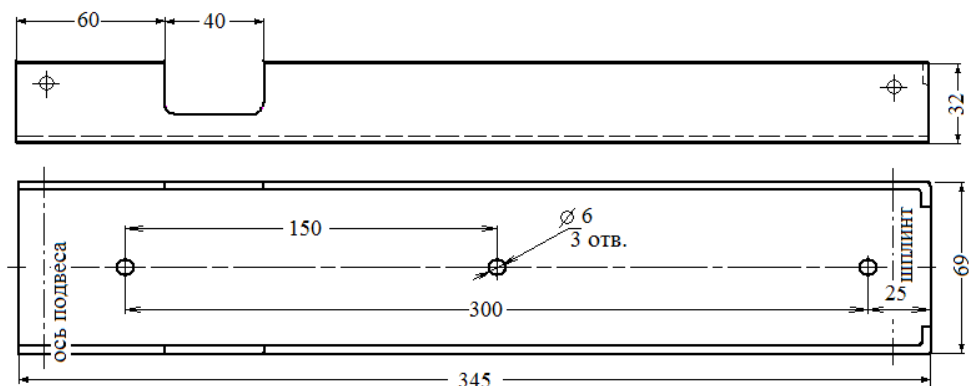

Рис. 3. Крепежная площадка модуля.
5.2. Снять крепежную площадку с корпуса модуля и закрепить ее на месте установки. Размеры крепежной площадки показаны на рис. 3.